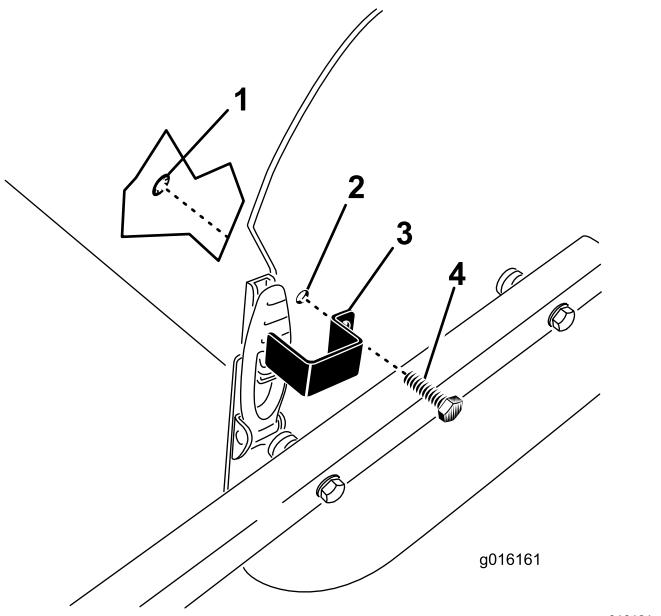

Figure 36
2. Fixez la plaque de verrouillage à la plaque latérale avec un boulon d'assemblage et une bague de retenue (Figure 36).
1. Placez la plaque de verrouillage sur le verrou de capot en alignant le trou de montage sur le trou de la plaque latérale (Figure 36).